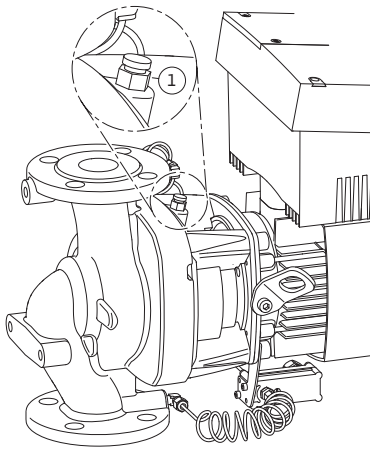

Fig. 47: Ventil za odzračivanje
- Odzračivanje pumpi vršiti otpuštanjem ventila za odzračivanje (Fig. 47, poz. 1). Rad na suvo uništava mehanički zaptivač pumpe. Davač diferencijalnog pritiska ne sme da se odzračuje (opasnost od uništavanja).